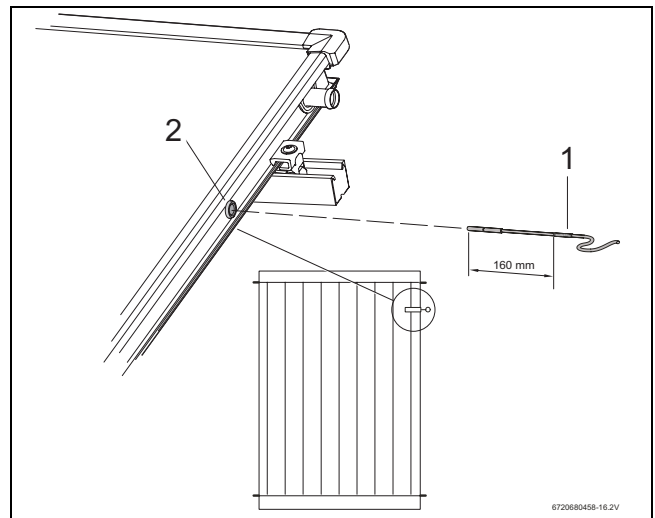

Fig. 46 Împingerea senzorului în panou
Pentru a garanta fiabilitatea operațională ireproșabilă a instalației solare, senzorul panoului (Fig. 46, [1]) trebuie împins în țeava de conductă a până se oprește (aproximativ 160 mm).
- ▶ Străpungeți stratul de etanșare aferent trecerii pentru senzor (Fig. 46, [2]) folosind senzorul panoului sau șurubelnița.